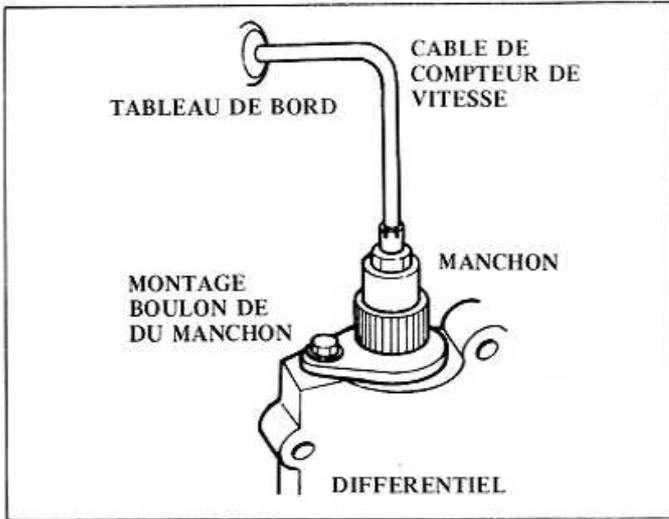

Fig. TM-39 Emplacement du manchon de compteur de vitesse
- (2) Replacer et serrer le bouchon de vidange à un couple compris entre 2,5 et 3,5 kg-m (18 à 25 ft-lb).
- (3) Dévisser le boulon de fixation du manchon. Pour trouver l'emplacement de ce boulon, voir figure TM-39.